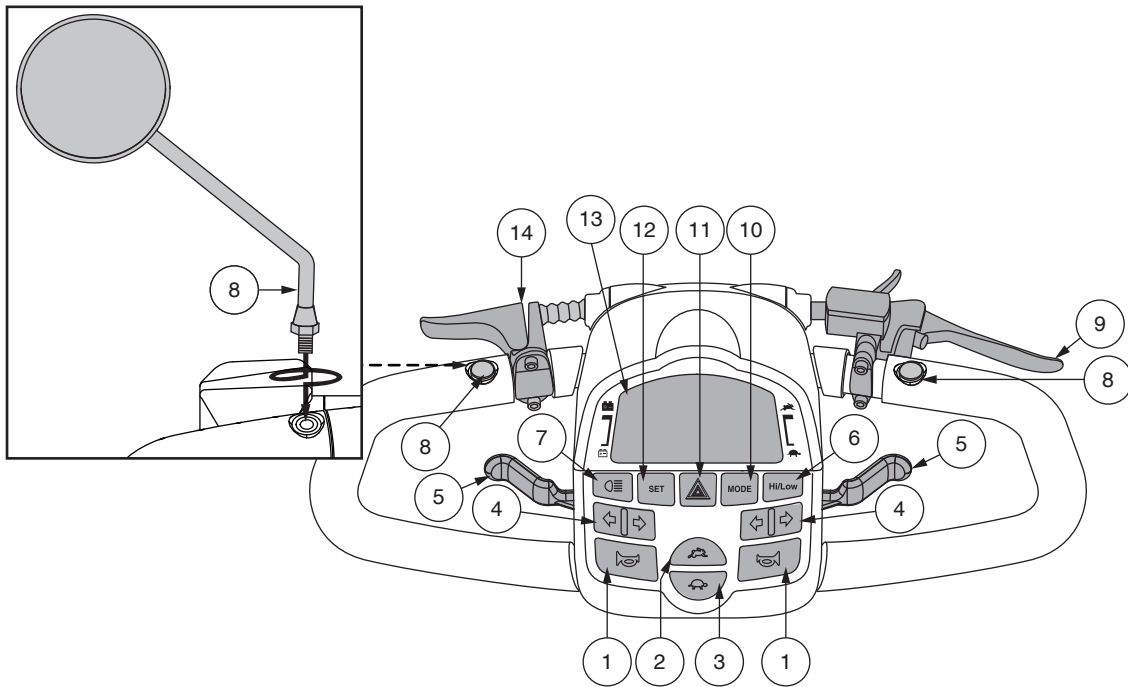

Abb. 1. LCD-Bedienfeld
Die Lenkerkonsole und der untere Lenker enthalten sämtliche Kontrollkomponenten, die Sie für die Nutzung Ihres veiculos benötigen, inklusive des LCD-Bedienfeldes, des Gaspedal-Hebels, des Schlüsselschalters und des Gaspedal-Schalters. **Siehe Abb. 1.**
Mit Hilfe dieser Hebel können Sie die Geschwindigkeit Ihres Fahrzeug im Vor- und Rückwärtsgang bis zur Maximalgeschwindigkeit kontrollieren, die Sie wiederum mit Hilfe der Knöpfe zur Geschwindigkeitsanpassung festgelegt haben. An der Unterseite des Lenkgriffs befindet sich links und rechts jeweils ein Hebel für das Gaspedal. **Siehe Abb. 1.**
- Drücken Sie den High-Low-Knopf einmal, um die Geschwindigkeit auf "High" ("Hoch") einzustellen. Die High-Low-Anzeige wird auf dem LCD-Bildschirm angezeigt. **Siehe Abb. 1.** Wenn Sie diese Einstellung zusammen mit den Einstellungstasten für die Geschwindigkeit verwenden, kann das Fahrzeug Geschwindigkeiten bis zur voreingestellten Maximalgeschwindigkeit des Fahrzeug erreichen.
Das LCD-Bedienfeld bietet praktische und intuitiv verständliche Rückmeldungen auf dem LCD-Bildschirm. **Siehe Abb. 1.** Der LCD-Bildschirm wird auch während der Einrichtung (Aktivierung) der unterschiedlichen Bedienfeld-Einstellungen verwendet.
HINWEIS: Um die Bedienfeldeinstellungen zu programmieren, muss der Hi-Low-Indikator ausgeschaltet sein und der Maximalgeschwindigkeitsindikator muss auf voll eingestellt sein. Siehe Abb. 1.